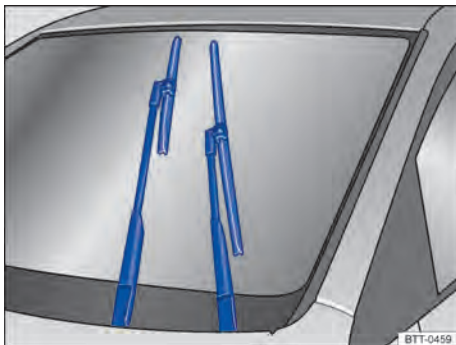

Fig. 153 Limpiaparabrisas en posición de servicio.
En la posición de servicio se pueden levantar los brazos de los limpiaparabrisas. Para poner los limpiaparabrisas en posición de servicio → fig. 153, proceder de la siguiente manera:
- Antes de suspender los brazos de los limpiaparabrisas, colóquelos en posición de servicio → fig. 153.
Tenga en cuenta en los limpiaparabrisas: coloque los brazos de los limpiaparabrisas en posición de servicio antes de doblarlos hacia afuera → fig. 153.
– Antes de suspender los brazos de los limpiaparabrisas, colóquelos en posición de servicio → fig. 153.